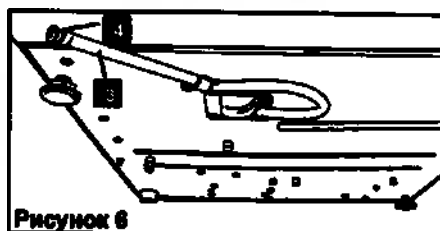

Рисунок 6
- При помощи отводной трубы (см. раздел 3.5 Подготовка насоса Statim Pump, Рисунок 6) слейте содержимое резервуара в контейнер для воды.